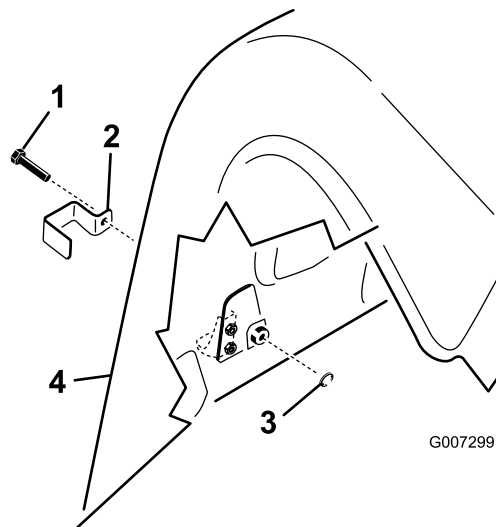

Рисунок 18
1. На модели ProCore 864 установите стопорный кронштейн над левой и правой защелками задних нижнего и верхнего кожухов, используя самонарезающие болты (всего 4 шт.); см. (Рисунок 18).
2. На модели ProCore 1298 установите стопорный кронштейн над всеми защелками заднего нижнего кожуха и наружной защелкой верхнего кожуха, на правой и левой задних крышках, используя самонарезающие болты (по 3 шт. на каждый аэрационный вал, всего 6 шт.); см. (Рисунок 18).
для фиксации болта (Рисунок 18).